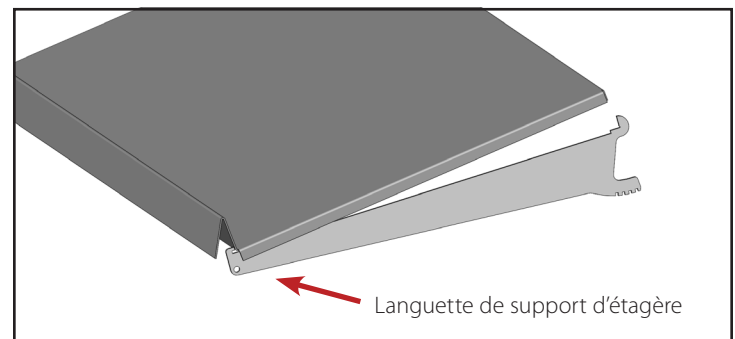

Fig. 4. Installez les étagères.
- b. Levez l'arrière de l'étagère et poussez-la vers le fond jusqu'à ce que l'avant de l'étagère dégage la languette de support d'étagère sur la fixation d'étagère. Voir fig. 4.